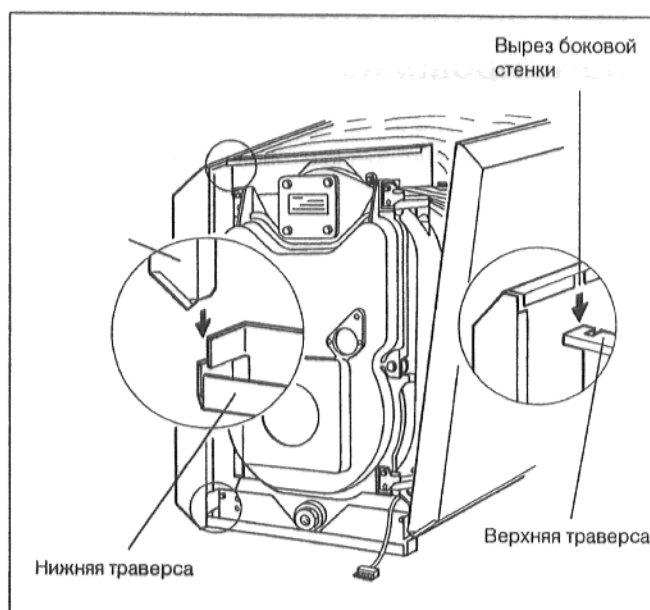

рис. 21
- Вставить боковую стенку спереди внизу между окантовками нижней траверсы (рис. 21), слегка приподнять и вставить сверху вырезами в верхнюю траверсу (рис. 21).